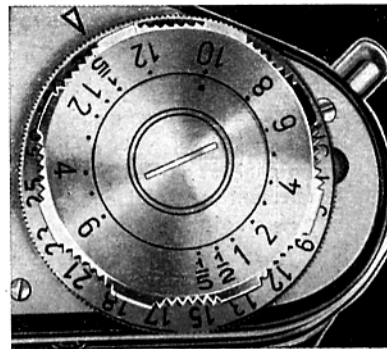

fig. 12
Le bouton de réglage (17) (fig. 12) est utilisé pour obtenir des temps de pose supérieurs au  $\frac{1}{25}$  de seconde (fig. 12). Les fractions de seconde y sont indiquées en nombres fractionnaires, tandis que tous les nombres entiers représentent des secondes entières (par exemple: 1 = 1 seconde, 2 = 2 secondes, etc. . .). Les chiffres noirs sont utilisés pour une exposition suivant instantément le déclenchement. Les chiffres rouges précisent que l'exposition aura lieu environ 13 secondes après le déclenchement, ce retardement vous permettant ainsi de figurer dans la scène photographiée. Dans le modèle EXAKTA Varex II a, le fonctionnement du mouvement pour vitesses lentes et retardement est totalement silencieux. Ce perfectionnement sera particulièrement apprécié par les photographes qui opèrent au théâtre, au concert, au cours de conférences, ou en tous lieux où le bruit est gênant.